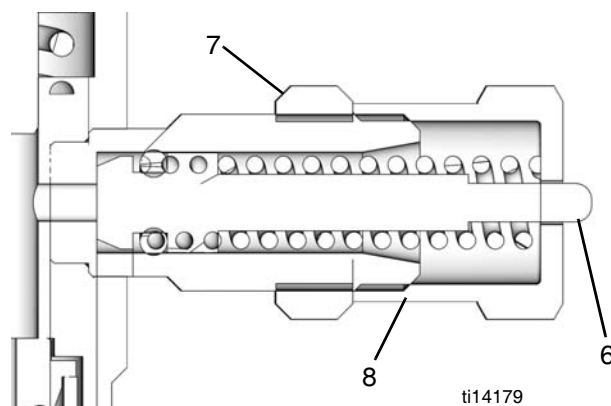

FIG. 1
I numeri di riferimento utilizzati nelle seguenti istruzioni fanno riferimento a FIG. 1.
Per prevenire guasti ai componenti, il dado di regolazione (8) non deve essere esteso oltre la posizione completamente retracts del pistone (6). Vedere FIG. 1.